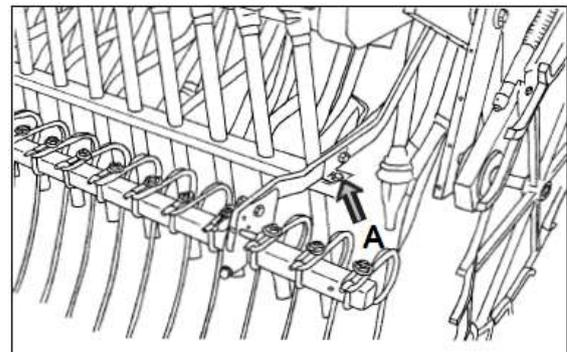

Abb. 20.
Das gebogene Endstück der Nacheggenarme muss sich auf der Innenseite der Maschine befinden. An den Nacheggenarmen befestigen Sie die Kleinalterung (A) zur Befestigung des Balkens mit Bohrungen für die Saatgutleitungen. Der gebogene Teil des Stützelements muss nach außen der Maschine zeigen. In der Mitte sind die Balken mittels des mitgelieferten Stützelements verbunden. Siehe Abb. 20.